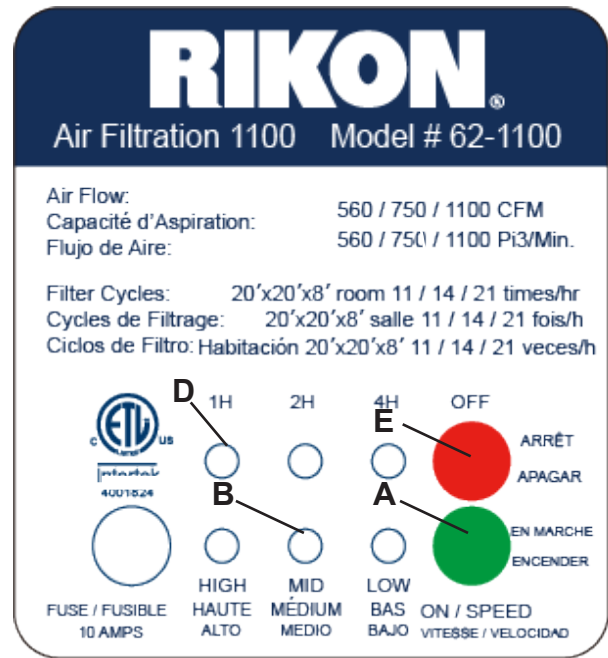
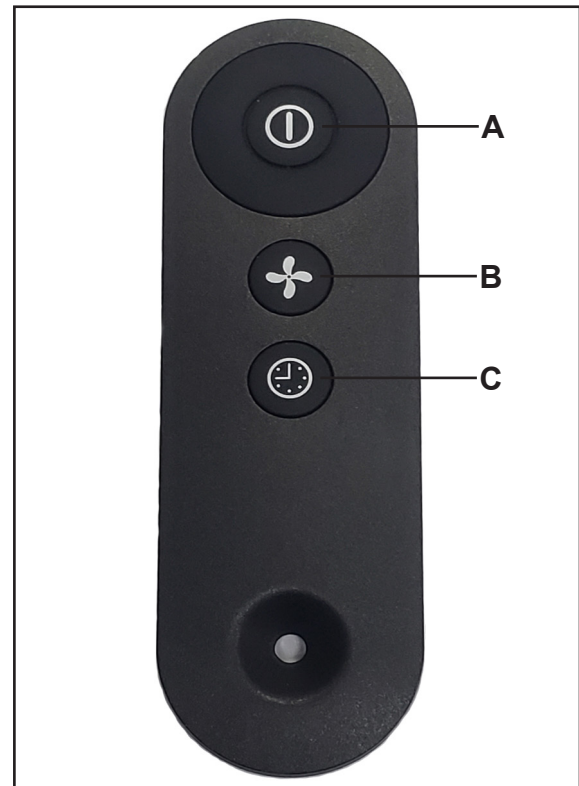

Fig. 08
Fig. 09
Démarrage du filtre à air et réglage des vitesses (Fig. 07 et Fig. 08)
Réglage de la minuterie (Fig. 08 et Fig. 09)
1. Appuyez sur le bouton MINUTERIE (C) de la télé-commande (Fig. 09) pour démarrer la minuterie.
2. Appuyez à nouveau sur le bouton MINUTERIE (C) de la télécommande pour définir la durée de fonctionnement. Les DEL (D, Fig. 08) sur le panneau de commande indiquent la durée choisie – 1, 2 ou 4 heures. Appuyez une quatrième fois pour désactiver la minuterie.
Pour arrêter le filtre à air, appuyez sur le bouton ARRÊT (E, Fig. 08) du panneau de commande ou de la télécommande (A, Fig. 09).
Télécommande (Fig. 09)
Le système de filtration d'air peut aussi être contrôlé via la télécommande infrarouge fournie. Le récepteur infrarouge est situé sur le panneau de commande principal. La télécommande possède les mêmes fonctions que le panneau de contrôle principal ci-contre à la figure 08. Cependant, la minuterie peut seulement être réglée via la télécommande (C, Fig. 09).